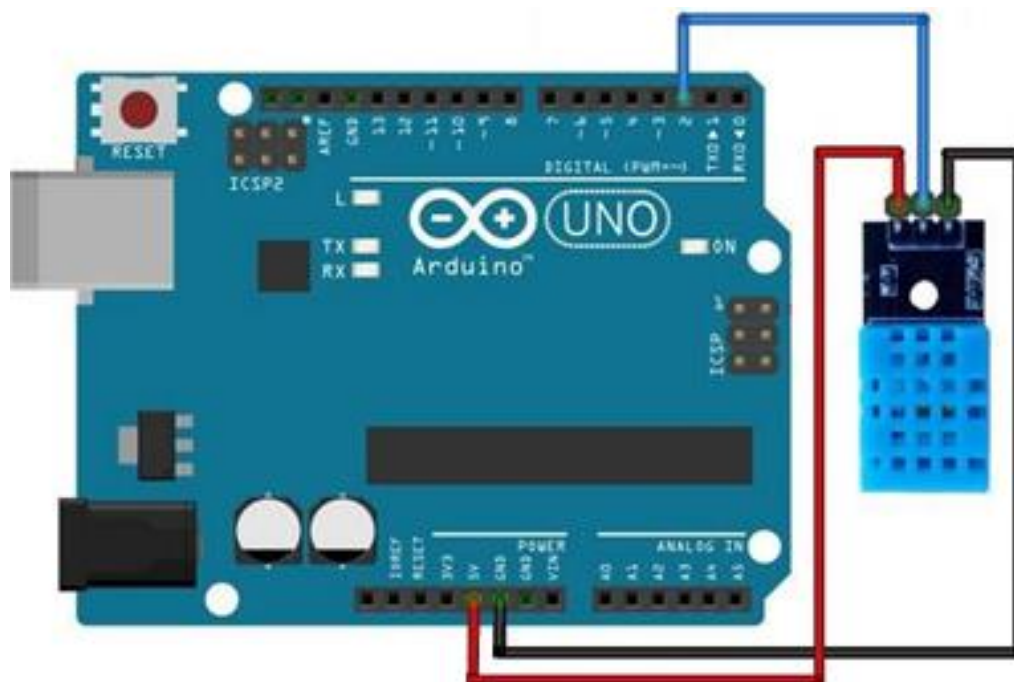

Рисунок 1.2 – Схема підключення модуля DHT11
1. Використовуючи з'єднувальні проводи, змонтуйте наступну схему (рис. 1.2):